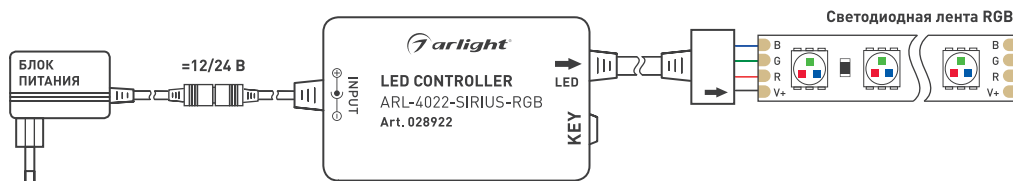

Рисунок 1. Подключение светодиодной ленты RGB
- 3.3. Согласно схеме (Рисунок 1), подключите светодиодную ленту или другой совместимый светодиодный источник света к выходу LED-контроллера. Соблюдайте полярность и порядок подключения проводов к клеммам.